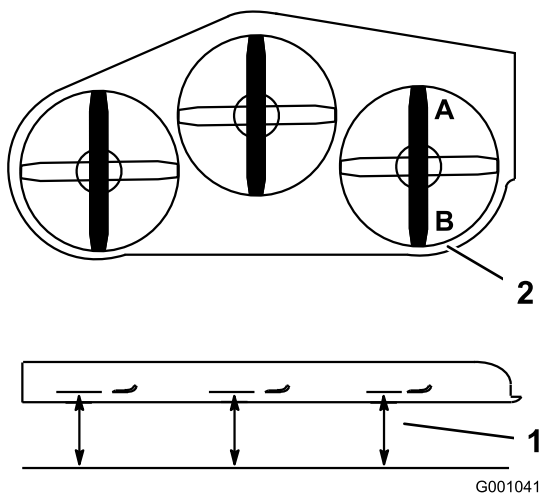

Figura 73
- Disponete una lama in posizione longitudinale rispetto alla macchina. Misurate ai punti **A** e **B** da una superficie piana fino al tagliente della punta della lama (Figura 73).